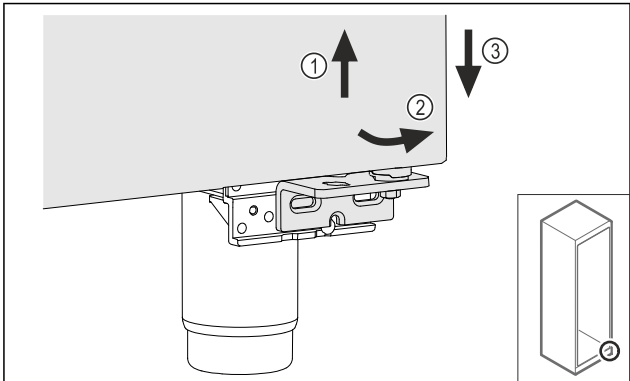

Fig. 21
- 将门稍微抬起 Fig. 21 (1)，底部向前倾斜 Fig. 21 (2) 并放下 Fig. 21 (3)。